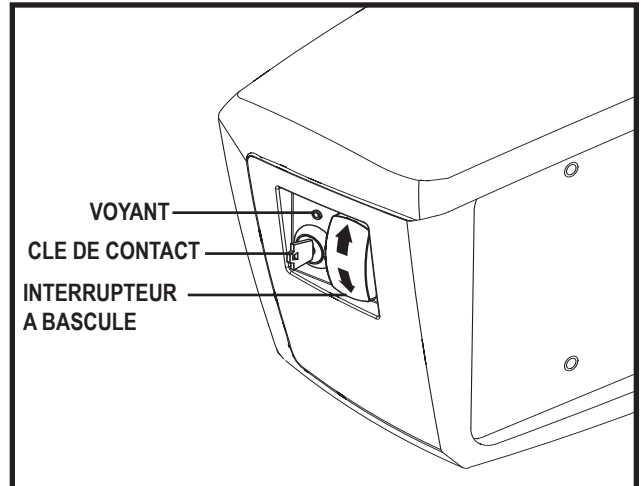

Figure 13. Clé de contact et interrupteur à bascule
2. Utilisez l'interrupteur à bascule pour hausser ou baisser le dispositif. **Voir la figure 13.**